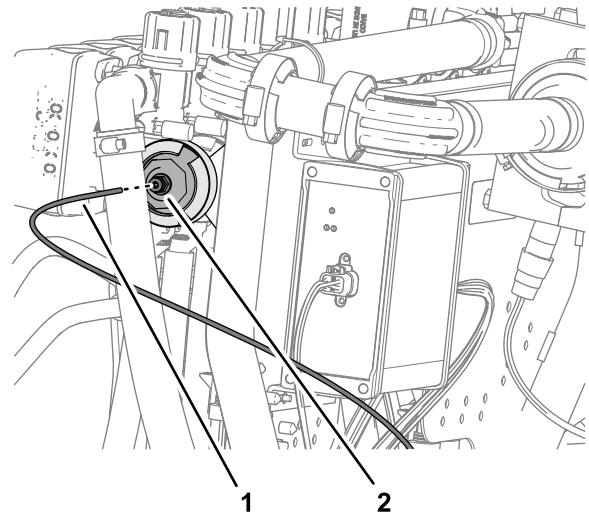

Bild 135
1. Fluchten Sie das Ende des Druckmessschlauches (Kunststoff) für das Druckmanometer im Armaturenbrett mit dem arretierenden Stelling der Schlauchkupplung aus (Bild 135).
2. Setzen Sie den Messschlauch in den arretierenden Stelling ein, bis er fest sitzt (Bild 135).